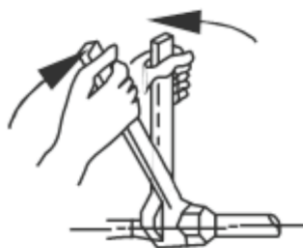

Рис. 6
3. Установите соединительный трубопровод на нужную позицию, закрутите гайки рукой, затем затяните их с помощью гаечного ключа (рис.6)